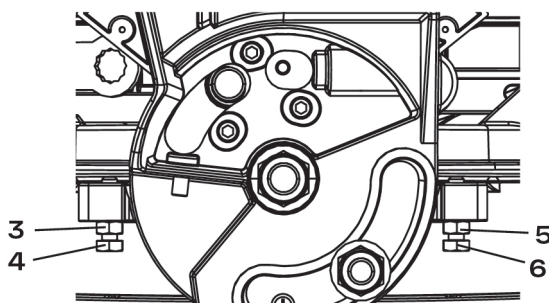

рис. 14
4. Если угол между диском и поворотным столом отклоняется от 45°, наклонить режущий блок пилы влево, ослабить контргайку (3) и закрутить или открутить регулировочный болт (4), чтобы увеличить или уменьшить угол (рис. 14).
6. Повторять данные шаги, пока угол наклона между режущим диском и поворотным столом не составит 45°. Как только выравнивание будет достигнуто, затянуть контргайку (3) (см. рис. 14).
4. Если угол между диском и поворотным столом отклоняется от 45°, наклонить режущий блок пилы вправо, ослабить контргайку (5) и закрутить или открутить регулировочный болт (6), чтобы увеличить или уменьшить угол (рис. 14).
6. Повторять данные шаги, пока угол наклона между режущим диском и поворотным столом не составит 45° . Как только выравнивание будет достигнуто, затянуть контргайку (5) (см. рис. 14).